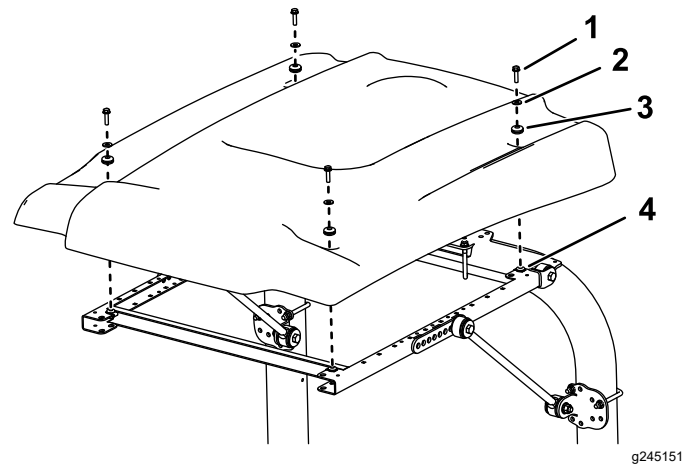

Bild 28
15. Positionieren Sie das Sonnendach beim Ausfluchten der Befestigungslöcher am Rahmen wie in Bild 28 abgebildet.
16. Befestigen Sie jede Ecke des Sonnendachs mit einer Bundkopfschraube (5/16" x 1 1/4"), einer kleinen Scheiben und einer Scheibe lose am Rahmen (Bild 28).